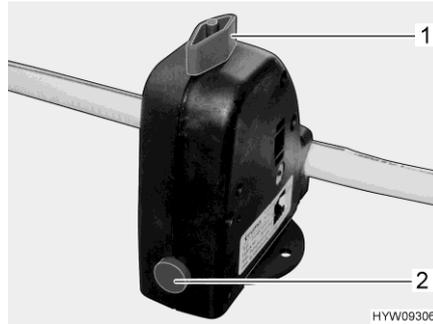

Bild 144 Sicherheits-/Ablassventil
Der Boiler ist mit einem Sicherheits-/Ablassventil (Bild 144) ausgestattet. Das Sicherheits-/Ablassventil verhindert, dass das Wasser im Boiler einfriert, wenn bei Frost die Heizung nicht eingeschaltet ist.
- Sicherheits-/Ablassventil schließen. Dazu den Drehknopf (Bild 144,1) quer zum Sicherheits-/Ablassventil drehen und den Druckknopf (Bild 144,2) hineindrücken.
- Sicherheits-/Ablassventil öffnen. Dazu den Drehknopf (Bild 144,1) längs zum Sicherheits-/Ablassventil drehen. Der Druckknopf (Bild 144,2) springt heraus. Der Boiler wird über das Sicherheits-/Ablassventil nach außen entleert.